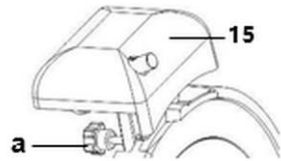

Abb. 9
2. Lösen Sie die Befestigungsschraube (a) vom Messerschärfer (15) an der Rückseite des Gerätes (Abb. 9).
3. Nehmen Sie den Messerschärfer (15) vom Gerät ab und drehen Sie ihn um 180°.
4. Setzen Sie den Messerschärfer (15) in die vorgesehene Führung wieder ein und ziehen Sie die Befestigungsschraube (a) fest.
6. Schließen Sie das Gerät an eine Einzelsteckdose an und schalten Sie das Gerät mit der weißen START-Taste (B) ein.
1. Nehmen Sie den Messeschärfer vom Gerät ab. (Abb. 9).
1. Nehmen Sie den Messeschärfer komplett vom Gerät ab (Abb. 9).